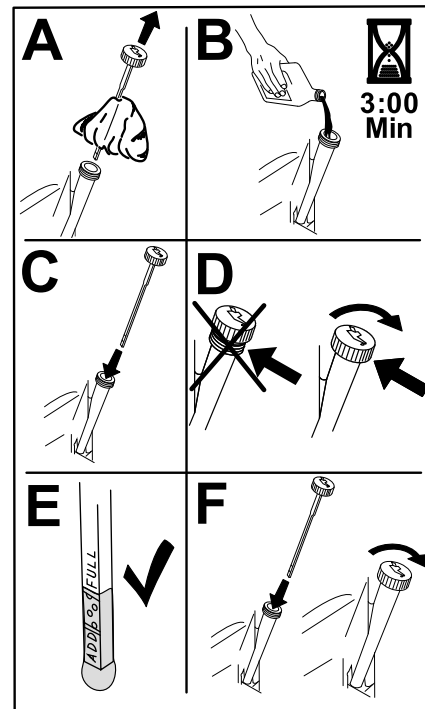

Bild 42
6. Gießen Sie langsam ungefähr 80 % der angegebenen Ölart in den Einfüllstutzen und füllen Sie dann vorsichtig mehr Öl ein, um den Ölstand an die Voll-Markierung zu bringen (Bild 42).